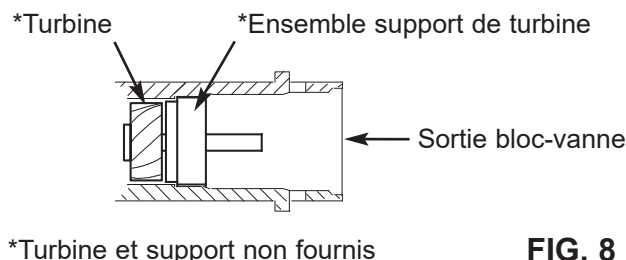

FIG. 8
- Si l'on ajoute une turbine à l'appareil, vérifiez que la turbine et le support sont en place dans la sortie de vanne, tel qu'illustré par la Figure 8.